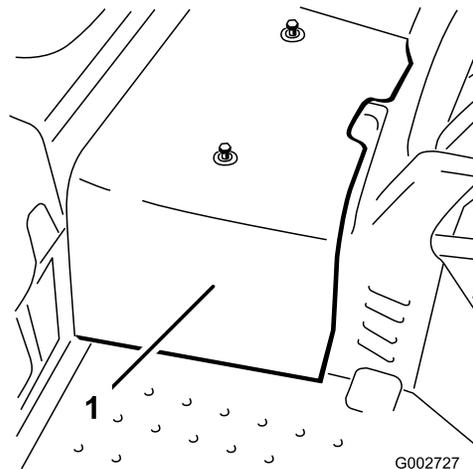

Figure 36
2. Desserrez les 2 vis qui fixent le carénage central à la machine et déposez le carénage (Figure 36).